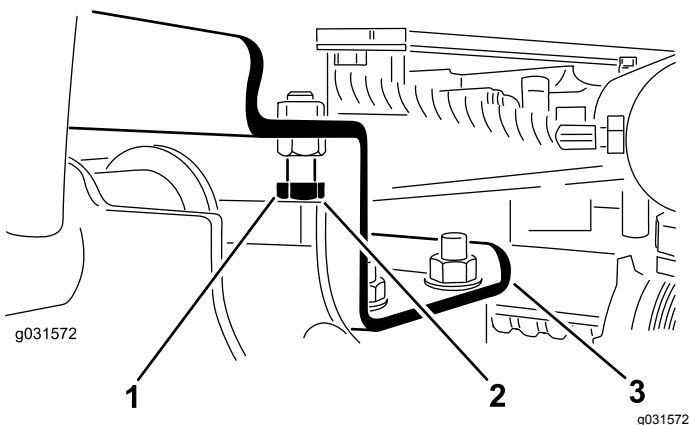

图 12
2. 确保各个提升臂与止动螺栓之间的间隙介于 0.131.02mm 之间如图 12 所示。
A. 拧松止动螺栓图 12。